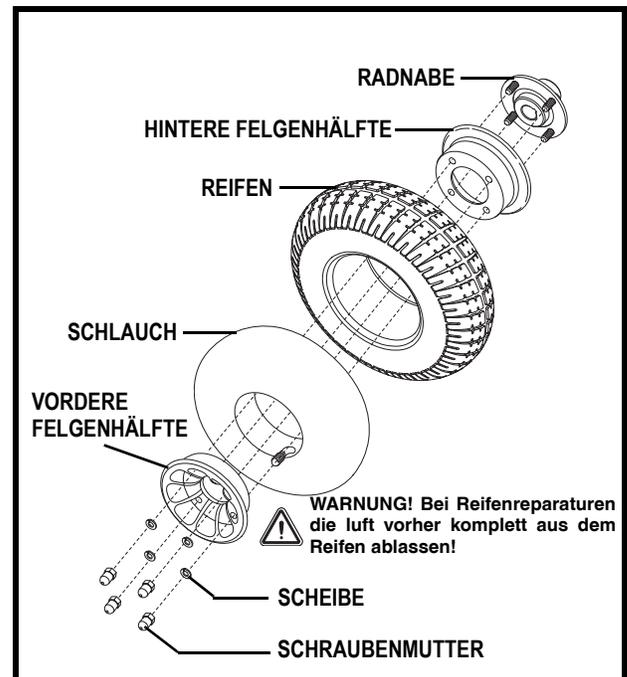

Abb. 25. Antriebsrad Aufbau
6. Entfernen Sie die Muttern und Scheiben und die vordere und hintere Felge trennen. **Siehe Abb. 25.**